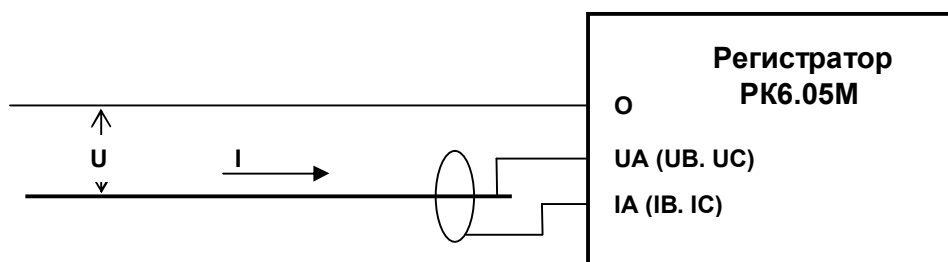

Рисунок 6 – Схемы подключения регистратора к однофазной электрической сети
5.4.3 При подключении регистратора к однофазной электрической сети (рисунок 6), необходимо использовать только одну из пар измерительных входов напряжения и силы тока, остальные входы должны оставаться неподключенными.